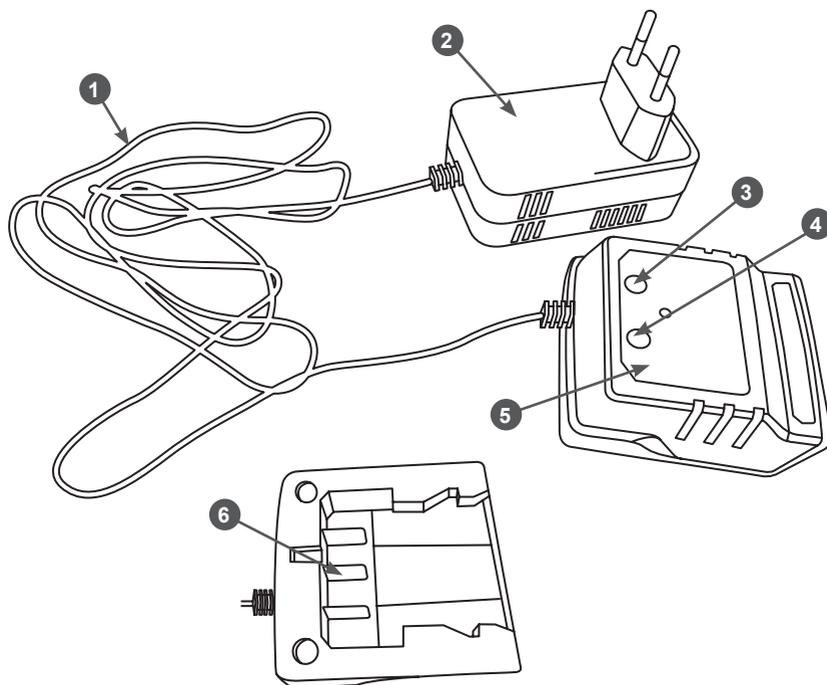

Рис. 1 Основные узлы и органы управления
Основные узлы и органы управления зарядного устройства показаны на Рис. 1.
2. Подключите зарядное устройство к сети. Процесс зарядки начнется автоматически, индикатор 4 сети (Рис. 1) загорается красным цветом и через несколько секунд тухнет, после этого загорается индикатор зарядки. Во время зарядки индикатор 3 зарядки (Рис. 1) и панель индикаторов аккумулятора мигает зеленым цветом.
4. После окончания зарядки (индикатор зарядки горит зеленым), сначала отсоедините блок питания 2 (Рис. 1) от сети питания переменного тока, а затем снимите адаптер с аккумулятора.